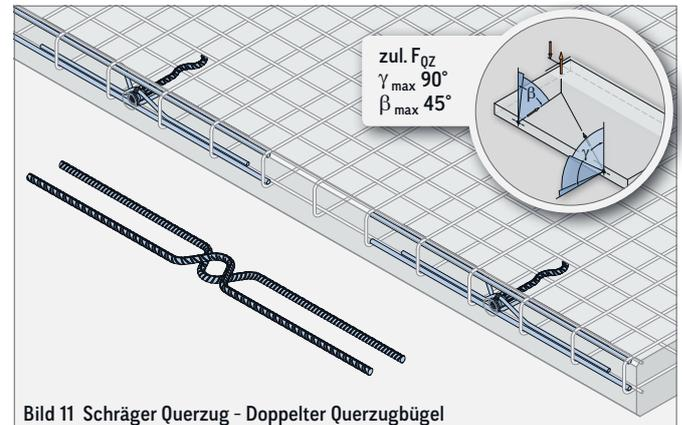
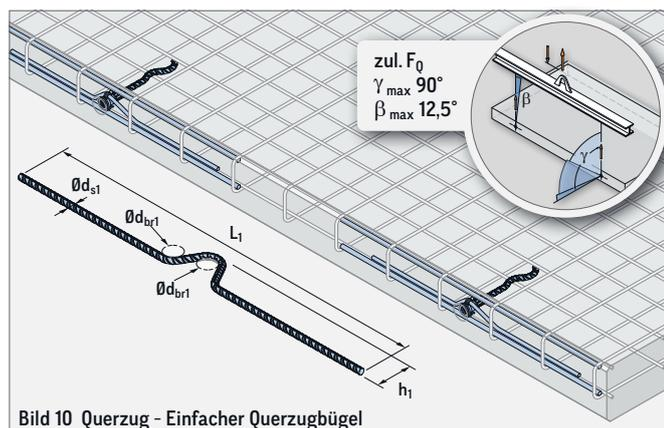
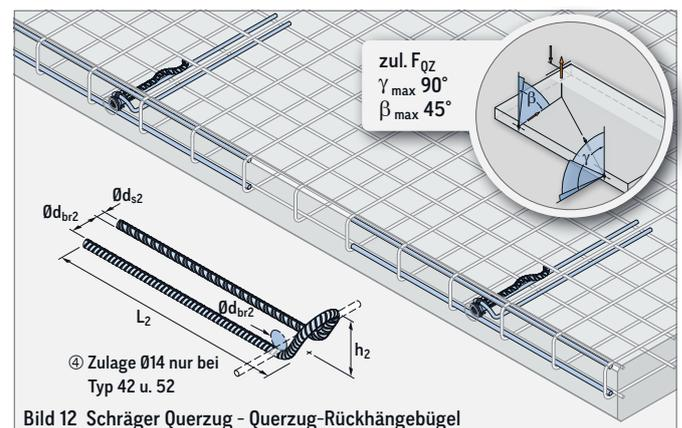

Bild 11 Schräger Querzug - Doppelter Querzugbügel
Bild 10 Querzug - Einfacher Querzugbügel
Bild 12 Schräger Querzug - Querzug-Rückhängebügel
Die Beanspruchung der Gewindetransportanker mit Querzug $\gamma > 15^\circ$ erfordert den Einbau einer Bewehrung nach Tabelle 7. Die Querzugbewehrung kann entweder als einfacher Querzugbügel (Bild 10), als doppelter Querzugbügel (Bild 11) oder als Querzug-Rückhängebügel (Bild 12) ausgeführt werden. Sie hat im Scheitelpunkt der Biegung Druckkontakt mit der Gewindehülse des Transportankers. Die Querzugbewehrung wird stirnseitig im Bauteil entgegen der Belastungsrichtung angeordnet.
Das Aufrichten von Platten kann zu gleichzeitigem Schräg- und Querzug, dem sogenannten schrägen Querzug, an den Transportankern führen (Bild 11 und Bild 12). In diesem Fall ist nur die Querzugbewehrung als doppelter Querzugbügel oder Querzug-Rückhängebügel erforderlich. Der Schrägzugfall wird beim Einsatz dieser Bewehrung ebenfalls abgedeckt. Beim Umlegen oder Aufstellen des Bauteils während der Montage muss die Lage der Querzugbewehrung beachtet werden (nur beim einfachen Querzugbügel gemäß Bild 10 und Querzug-Rückhängebügel gemäß Bild 12). Der doppelte Querzugbügel (siehe Bild 11) deckt die üblichen Lastrichtungen ab.
③ Die Mattenbewehrung ist als Mattenkappe oder mit gleichwertigen Bügeln auszuführen.
④ Zulage $\emptyset 14$, Länge = 600 mm erforderlich (siehe Bild 12).
⑤ Bei Bewehrung mit einfachem Querzugbügel sind ausschließlich die Kraftrichtungen F_Q zulässig (siehe Bild 10).